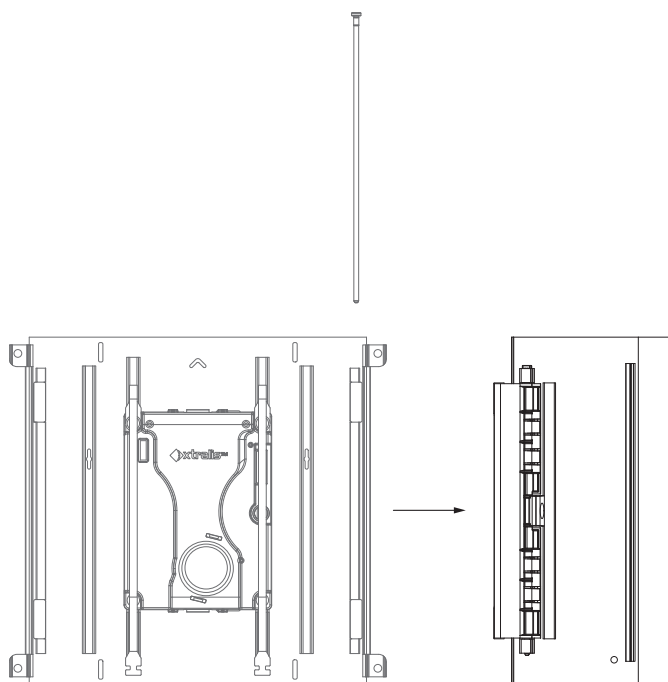

Figura 4-10: Desmontaje de la puerta
5. Separe la compuerta delantera de la placa protectora retirando el perno A de la bisagra (Figura 4-9, Figura 4-10). Deje el perno B en su sitio, no lo retire.